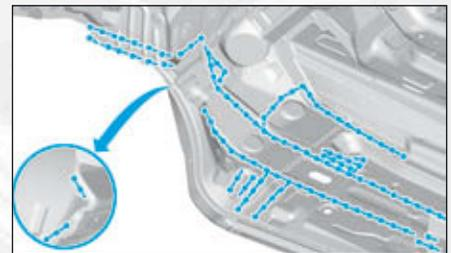

FIG.7
- Préparer les zones d'accostages sur la caisse (Fig.7).